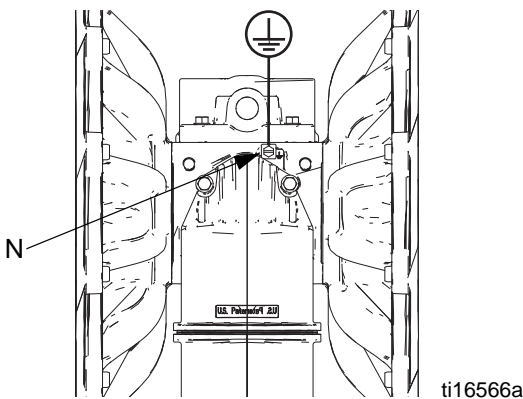

ABB. 3. Erdungsschraube und -draht
- N Erdungsschraube (nur für Aluminium und Edelstahl, siehe ABB. 3 auf Seite 10)
Pumpe: Siehe ABB. 3. Erdungsschraube (N) lösen. Ein Ende des Erdungsdrahtes mit einem Mindestdurchmesser von 12 Gauge hinter der Erdungsschraube einführen und die Schraube fest anziehen. Das Klemmenende des Erdungsdrahts mit einem effektiven Erdungsanschluss verbinden. Erdungsdraht und Klemme, Teile-Nr. 238909, sind bei Graco erhältlich.